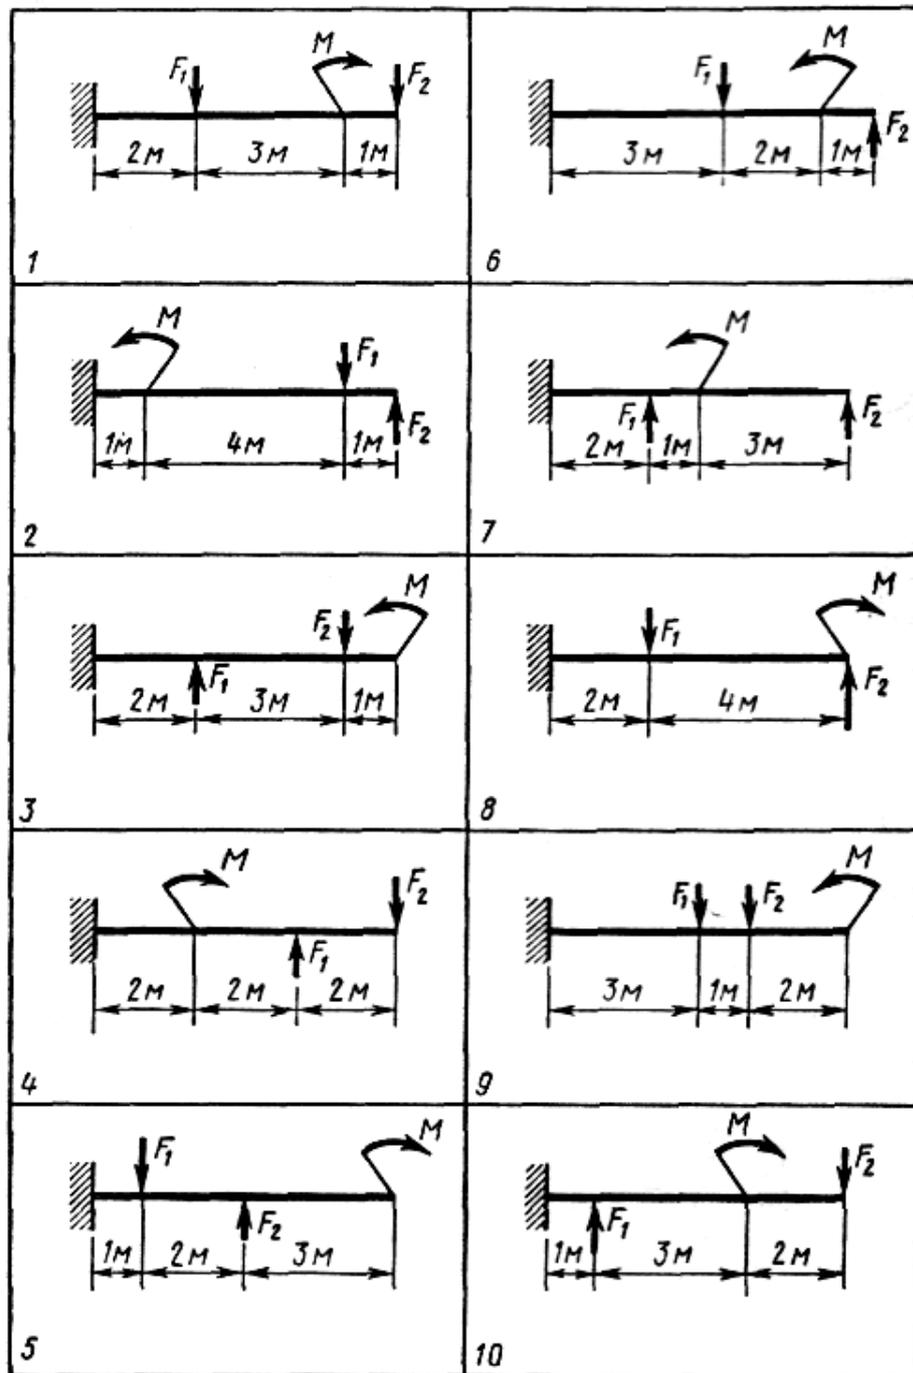

Рисунок 4
**Задачи 41 – 50.** Для стальной балки, жестко заземленной одним концом и нагруженной, как показано на рис. 4 (схемы 1 – 10), построить эпюры поперечных сил и изгибающих моментов. Принять из условия прочности необходимый размер двутавра, считая  $[\sigma] = 160$  МПа. Данные своего варианта взять из табл. 4.